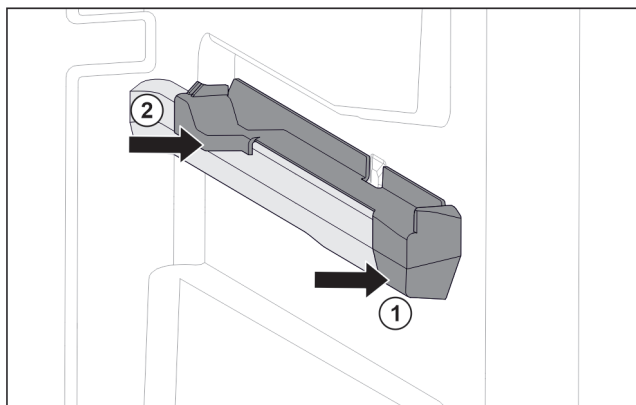

Fig. 59 Elemento inseribile sulla nervatura destra del contenitore
- ▶ Posizionare l'elemento inseribile sulla parte anteriore della nervatura del contenitore. Fig. 59 (1)
- ▶ Premere l'elemento inseribile sulla parte posteriore. Fig. 59 (2)